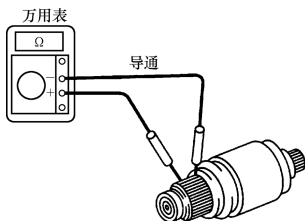

图 4-41 检查换向器是否断路
(1) **检查换向器是否断路** 如图 4-41 所示, 用万用表检查换向片之间, 应导通。若换向片之间不导通, 应更换电枢。